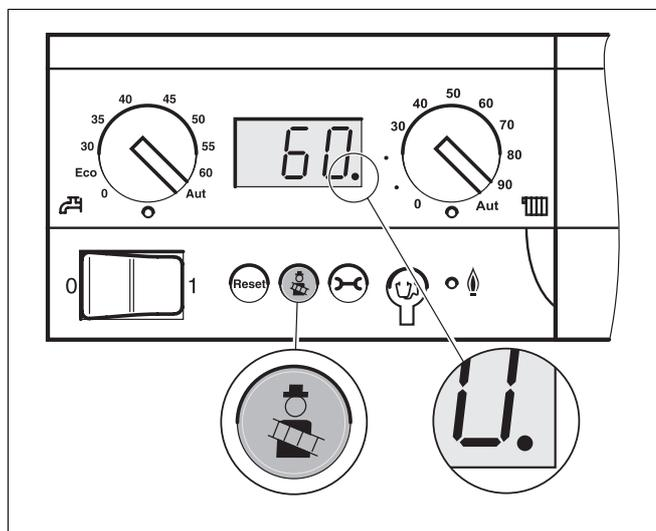

Fig. 43 Dispositivo di controllo base Logamatic BC10
- Avviare la prova di combustione dal dispositivo di controllo base Logamatic BC10, premendo il tasto "Prova di Combustione" e tenendolo premuto fino a quando compare il punto decimale sull'indicatore di stato (fig. 43).